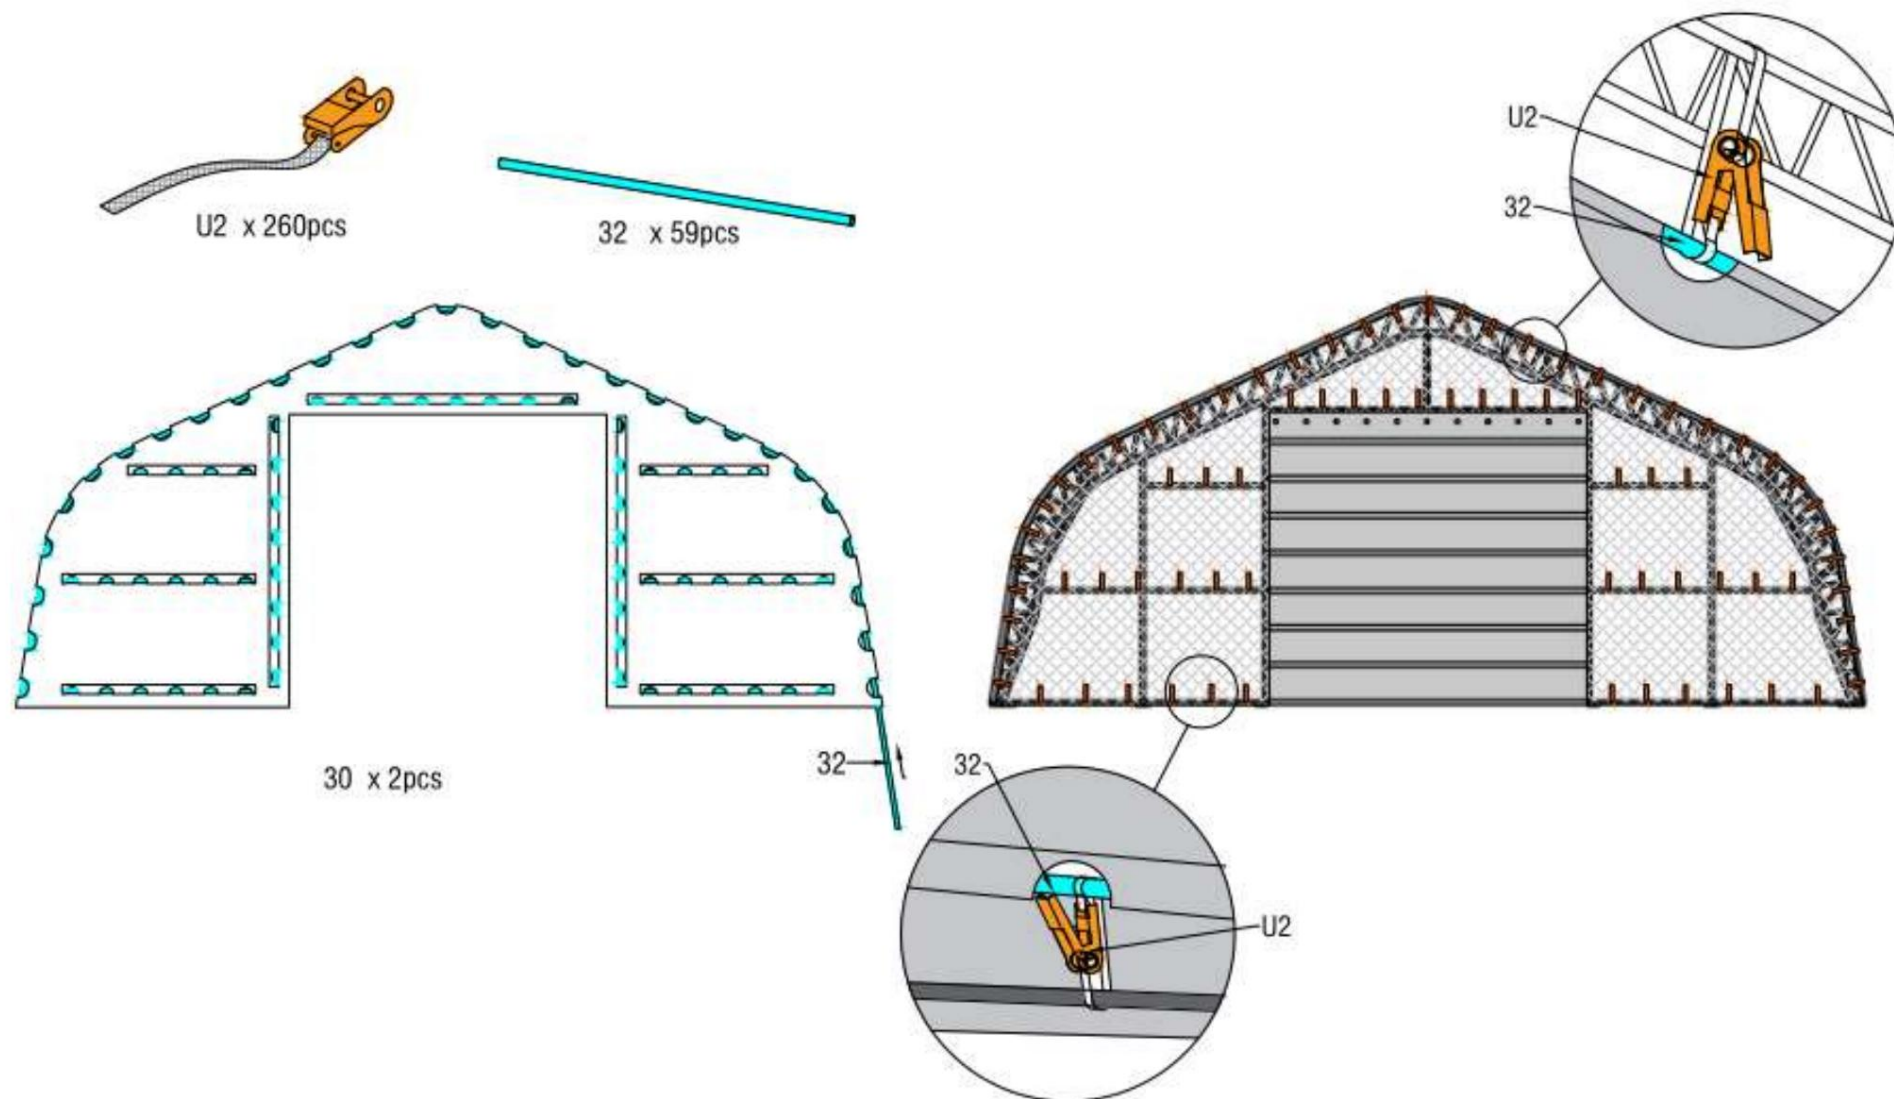

Figure 17
4. Lorsque vous fermez la porte, nous pouvons utiliser le fil d'acier de verrouillage pour la porte (n° U27) et le fil d'acier de verrouillage pour la poignée de la clé pour la fixer. (Figure 17)